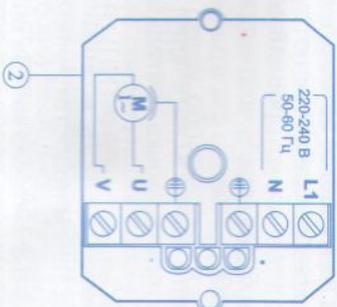

Рис. 8
Рис. 8. Проверьте, чтобы напряжение в сети электропитания было ~220/240 В. Вначале отключите источник электропитания, затем снимите крышку (1) электронной схемы и выполните соединения согласно схеме на плате (2).